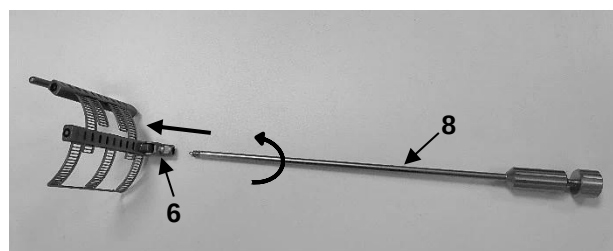

Fig. 7
Para subir o bajar la hoja Treede Maxposition, la guía de gancho MRN-3 (8) debe enroscarse primero en el sentido de las agujas del reloj en la rosca de la articulación (6) (Fig. 7).